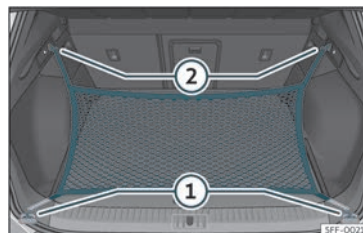

Fig. 117 Na bagageira: argolas 1 e ganchos 2 para fixar o saco de rede.
- Fixe os ganchos curtos da rede nas argolas de fixação»»» Fig. 117 ① »»» ⚠. O fecho de correr do saco deve ficar voltado para cima.
- Fixe as fitas nos ganchos para prender sacos ②.